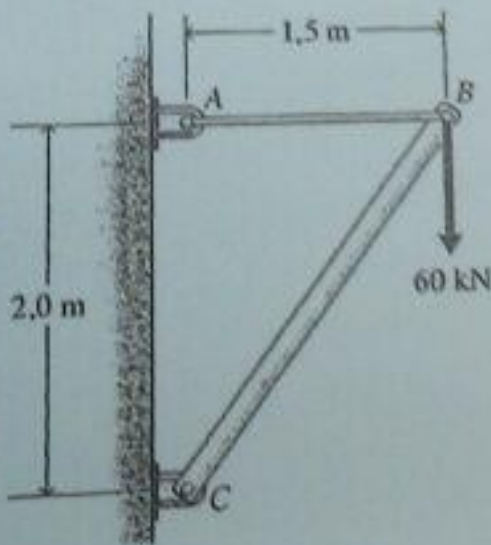

Figura 3
- 3ª Questão (2,5 pontos) – Uma carga de 60 kN é suportada por um tirante AB e uma escora tubular BC. O tirante tem um diâmetro de 30 mm e é feito de aço com $E = 210$ GPa e $\sigma_e = 360$ MPa. A escora tubular tem diâmetro interno de 50 mm e espessura de 15 mm, e é feita de uma liga de alumínio com $E = 73$ GPa e $\sigma_e = 280$ MPa. Determine o fator de segurança do projeto indicando se é limitado por escoamento ou flambagem da estrutura. (Figura 3)